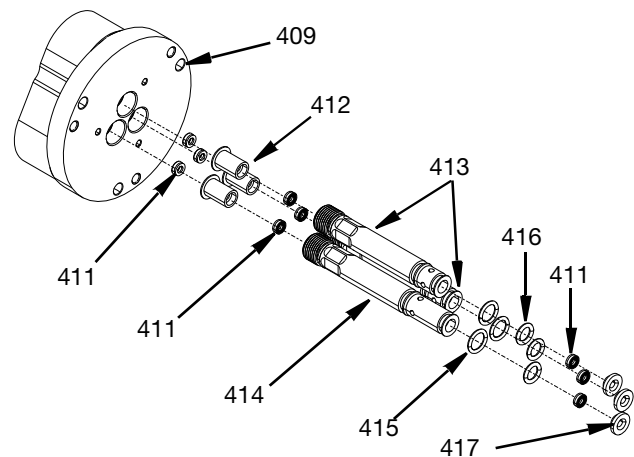

FIG. 17
5. À l'aide d'un couteau ou d'un tournevis, retirez avec précaution les roulements inférieurs (417) des guides de roulement de joint (413-414). Jetez les roulements inférieurs.
6. À l'aide d'un outil à crochet, extrayez les joints de presse-étoupe de pointeau (411) du côté du guide de roulement de joint et jetez-les.
7. Retirez les deux joints de presse-étoupe de pointeau (411) et les roulements supérieurs (412) des guides de roulement de joint et jetez le presse-étoupe de pointeau et les roulements supérieurs.
8. Retirez et jetez les joints toriques (415 et 416). Voir FIG. 17.